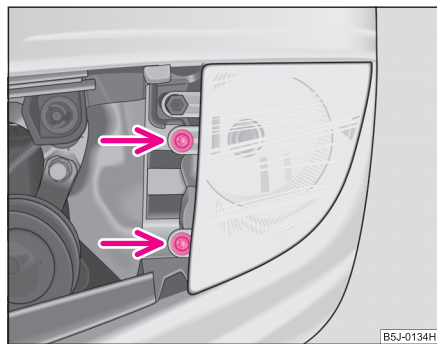

Fig. 186 Desmontaje de la bombilla del faro antiniebla
- Desenroscar los tornillos ⇒ fig. 186 y sacar el faro antiniebla.
- Enroscar los tornillos ⇒ fig. 186 y volver a montar la rejilla ⇒ página 259.